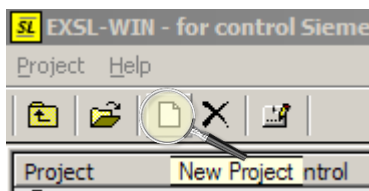

Figura 1.20 Crearea unui nou proiect
2. În fereastra care se deschide alegeți opțiunea *New project* (vezi figura 1.20):